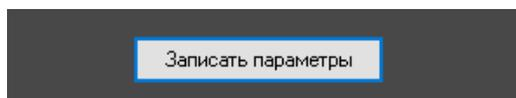

Рисунок 36 - А6XX Viewer. «Запись параметров в виброконтроллер»
2.3.2.7 Для того, чтобы записать выбранные параметры в контроллер, необходимо в поле нажать кнопку «Записать параметры» (рисунок 36).